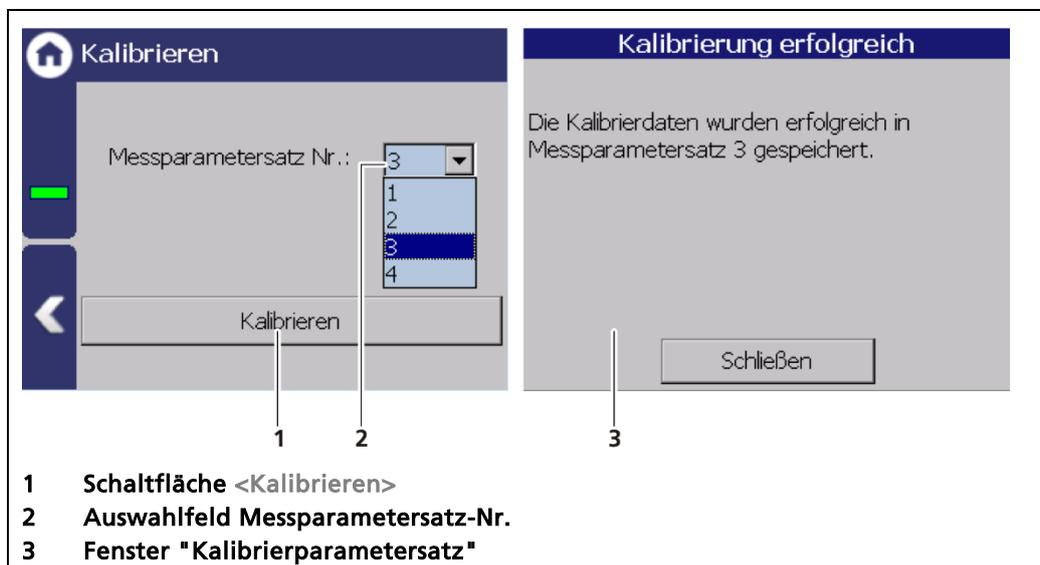

Abb. 93 Kalibrierung
Der aktive Messparametersatz wird im Auswahlfeld Messparametersatz-Nr. (Abb. 93, Pos.2) angezeigt.
1. Klicken Sie auf die Schaltfläche <Kalibrieren> (Abb. 93, Pos.1) um die aktuellen Kalibriereinstellungen in den ausgewählten Messparametersatz (Abb. 93, Pos.2) zu übernehmen.
- ▶ Ein neues Fenster mit der Meldung "Kalibrierung erfolgreich" (Abb. 93, Pos.3) erscheint.